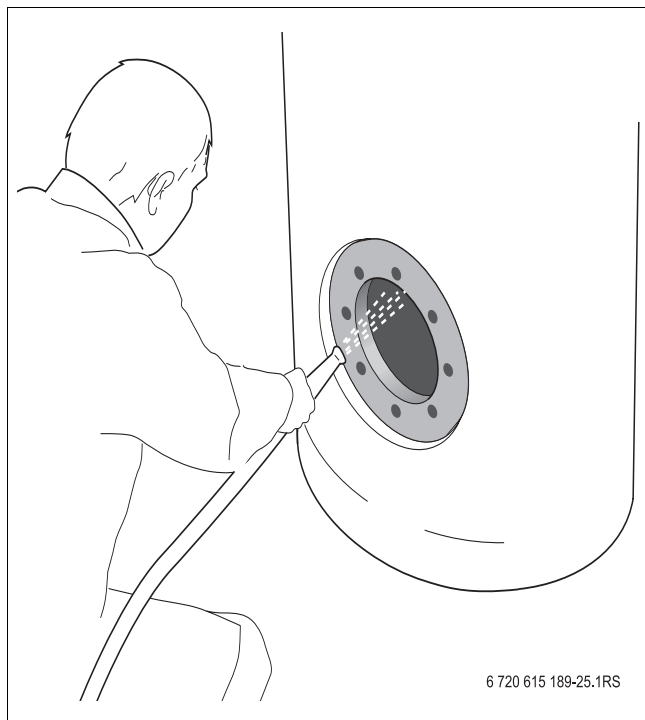

Fig. 12 Rinçage du préparateur
- Pulvériser l'intérieur du préparateur avec un jet d'eau froide « puissant » (surpression d'env. 4 – 5 bar) (→ fig. 12).